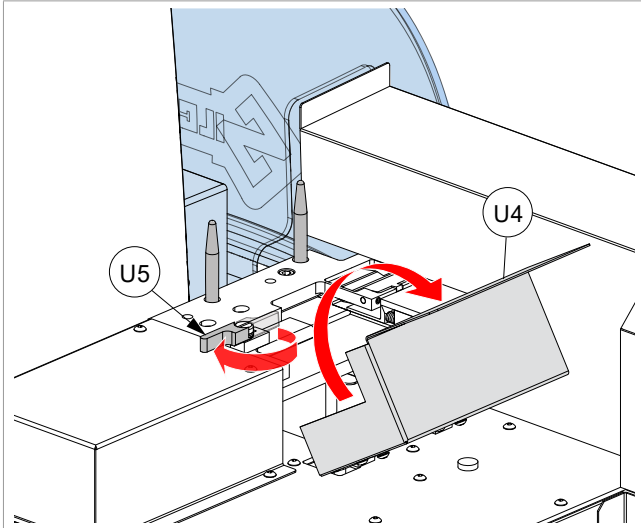

Bild 36
- 1) Die Abdeckung (U4) aufklappen (Bild 36).
- 2) Den Hebel (U5) komplett drehen (Bild 36).